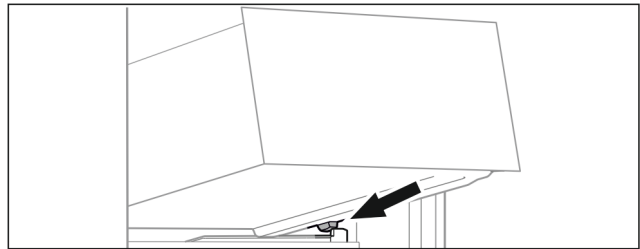

Fig. 64
- ▶ Schubfach schräg hinter den Stopperrn auf Behälterrippe aufsetzen. (siehe Fig. 64)